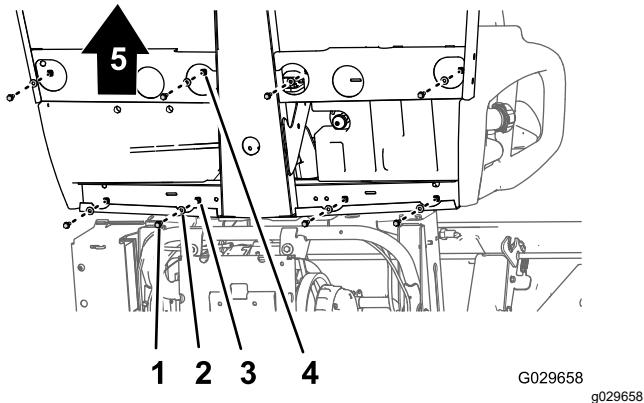
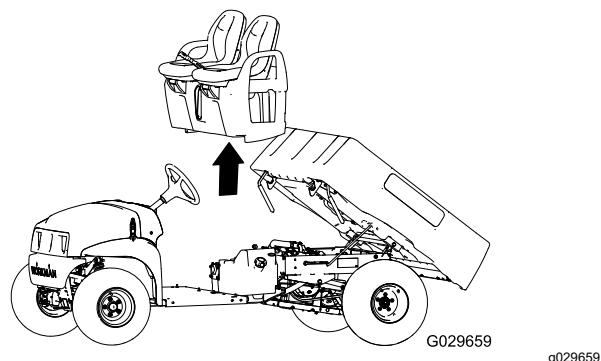

Figura 44
Figura 45
- Na parte inferior da mísseleira, retire os 8 parafusos de cabeça flangeada e as 8 anilhas que prendem a base do banco à placa do chassi e ao canal da cabina traseiro (Figura 44).
2. Cuidadosamente, levante os bancos, a base do banco e os cabos do travão de estacionamento da mola 1/2 quina (Figura 44).
1. Levante os bancos e a base do banco para a mísula e alinhe os cabos dos travões com o chassis (Figura 44 e Figura 45).
2. Alinhe os furos na base do banco com os furos na placa do chassi e no canal da cabina traseiro (Figura 44 e Figura 45).